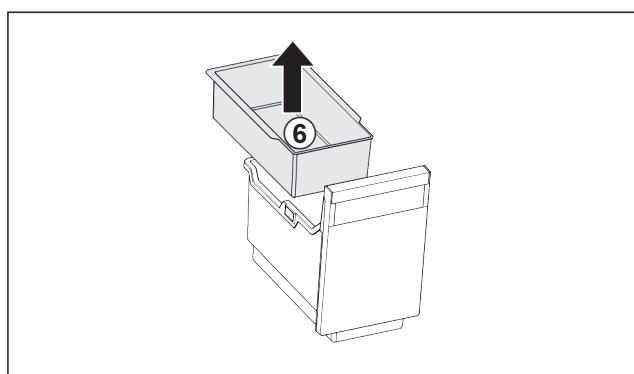

Fig. 34
- Ta ut det hängande facket Fig. 34 (6).